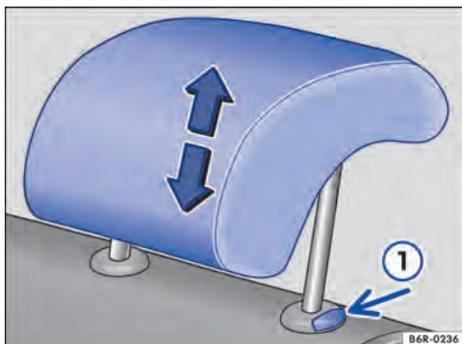

Fig. 61 Remover el apoyacabezas trasero.
- Retirar el apoyacabezas con el botón → fig. 61 ① presionado.
- Empujar hacia abajo el apoyacabezas con el botón → fig. 61 ① presionado.